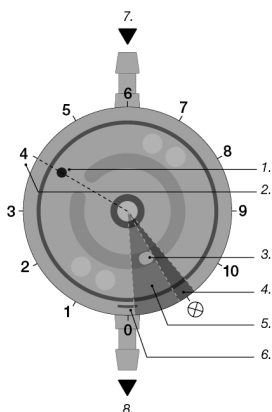

Fig. 10: Représentation schématisée du rotor radiographié
Ici, la position de l'entrée du canal (1) est décursive (Fig. 10) ; elle est déterminée par la position du rotor.
l'entrée du canal (1) indique le niveau réglé de réduction du flux (2) (Fig. 10).
Pour ne pas lire le niveau de réduction du flux à l'envers, la butée (3) du rotor sert de moyen d'orientation : sur une vue de dessus de la valve implantée, comme sur la Fig. 10, la butée du rotor est visible sur le côté inférieur droit.